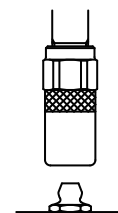

Fig. 5
- 1) 給脂しようとするグリースニップルをきれいに拭いてから、グリースガンの hidroチャックをニップルに押当て、なるべく垂直になるようにセットしてください。hidroチャックの爪がニップルの頭部に噛付きます。(Fig. 5)